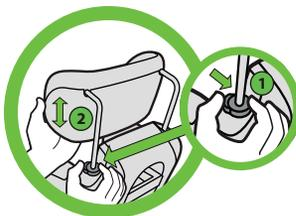

Figure 8
Appuyez sur le bouton du dispositif de réglage de l'appui-tête se trouvant sur le côté droit du siège (lorsqu'on fait face à l'avant du siège) (1) et soulevez ou abaissez l'appui-tête dans la position désirée (2), tel qu'illustré dans la **Figure 8**.